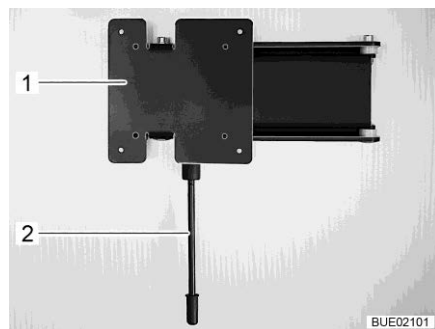

Fig. 107 Support mural
- Tirer le levier de déverrouillage (Fig. 107,1) vers le bas et faire pivoter le support (Fig. 107,2) et l'écran plat pour les amener en position souhaitée.